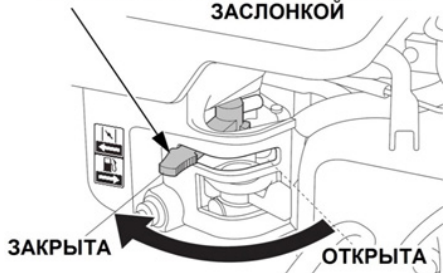

Рис. 18 Рычаг управления воздушной заслонкой
2. Закройте воздушную заслонку карбюратора. Для этого переведите рычаг управления воздушной заслонкой в крайнее левое положение (Рис. 18).